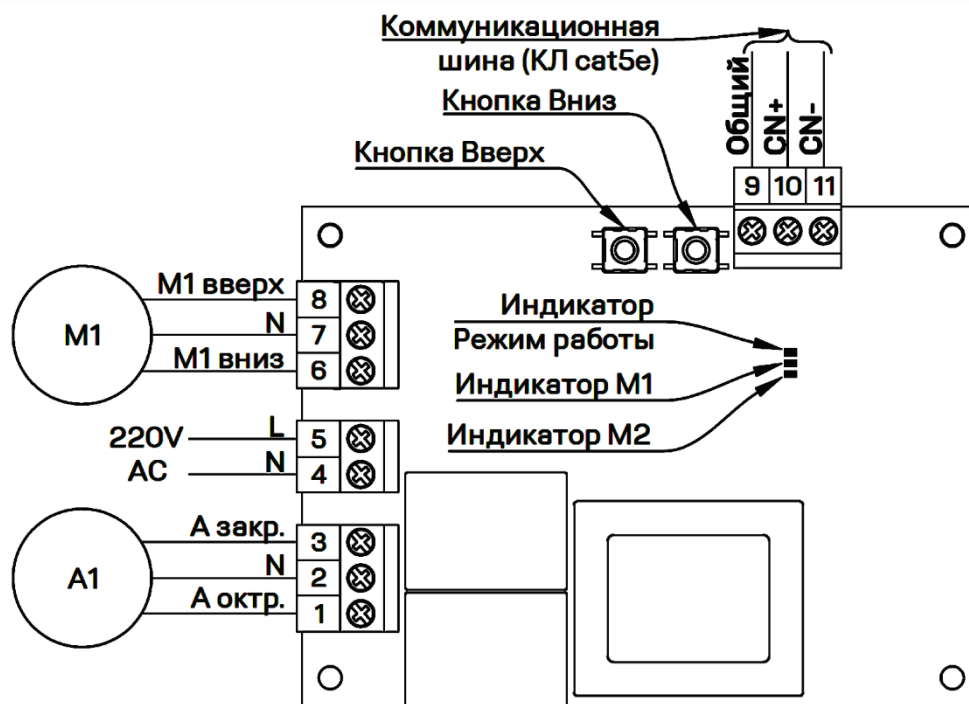

Рис.1. Схема подключения  NRD-04 2204AC (slave устройство)
- 1) Подключите привода и актуаторы запираения напряжением 220В и питание прибора, прочие кабельные линии согласно схеме подключения (рис. 1);